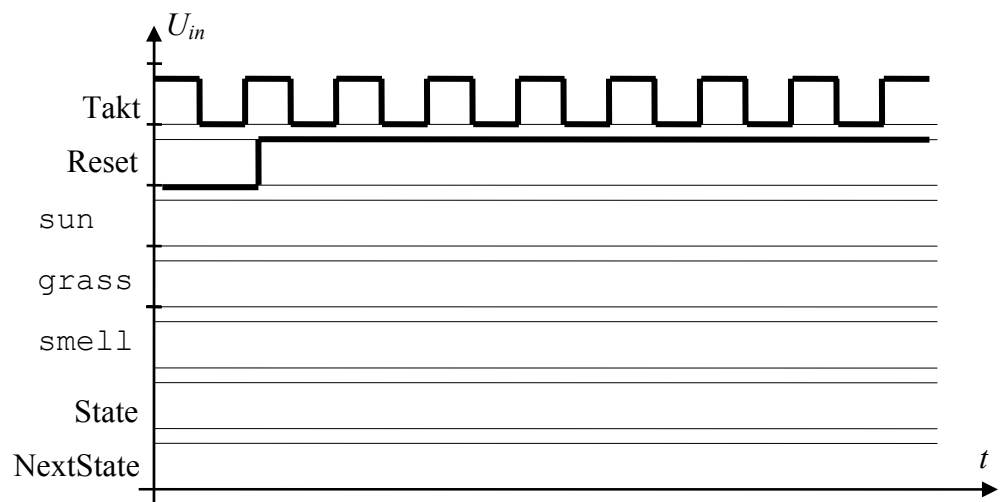

Abbildung 4.1
- (e) Tragen Sie den Ablauf der Zustände (State plus zugehöriger Next-State) in Abbildung 4.1 ein! Ergänzen Sie weiters den Zeitverlauf von sun, grass und smell !